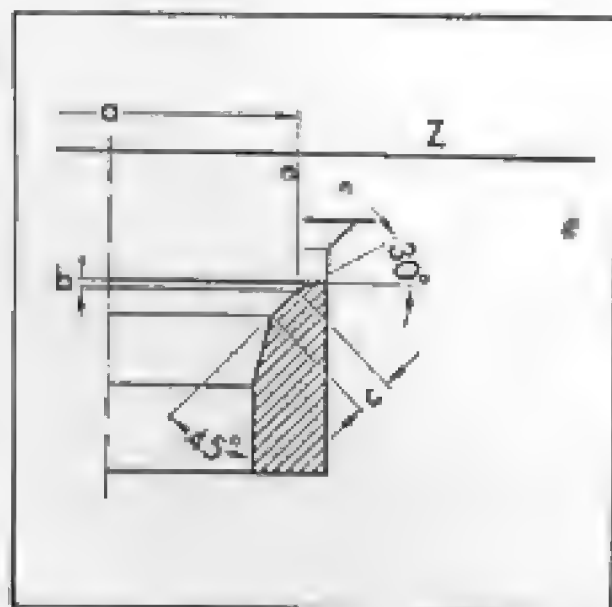

Fig.63-Sede de Válvula de Admissão
Admissão (fig.63)
Cálculo da medida máxima permitida para fresagem ("b") - (Fig.63/64)
- Fresar o canto superior da sede de válvulas com a fresa de 30° até atingir a largura ("C") da sede de válvula (fig.63/64).